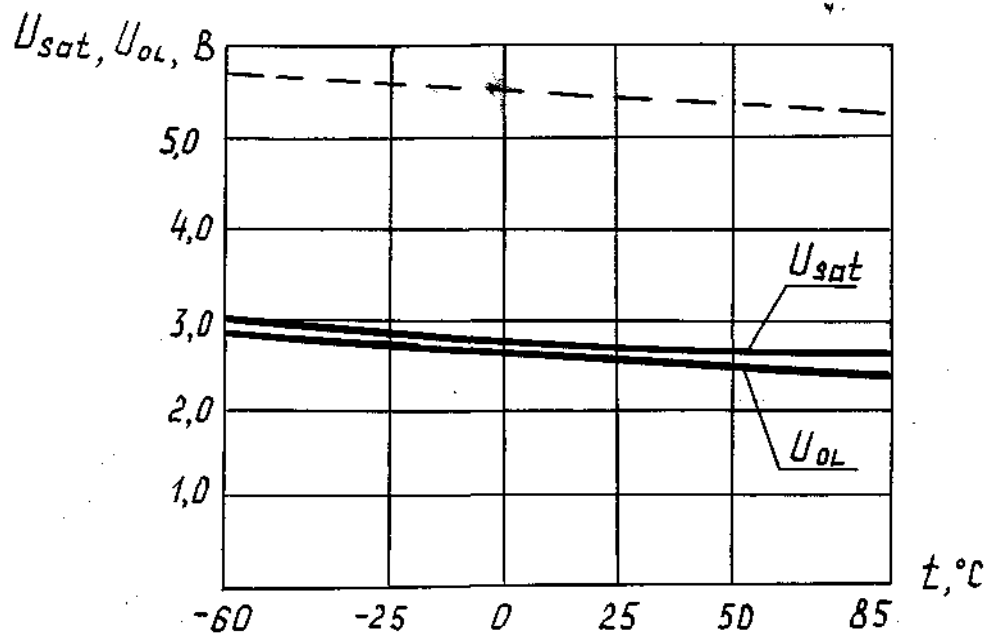

Рис. 30
5.1. Зависимости основных электрических параметров от режимов и условий применения приведены на рис. 30 ... 43.